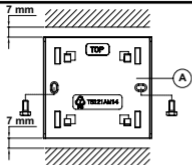
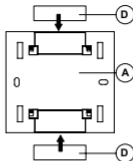

Fig 3.
Fig 4.
1. Za pomocą dostarczonych wkrętów zamocuj płytkę ustalającą A (rys. 3) do wyjścia wpuszczanego albo bezpośrednio do ściany, korzystając z wkrętów i kołków. Oznaczenie „TOP” (GÓRA) powinno być widoczne na górnym końcu płytki ustalającej. Płytkę ustalającą A (rys. 4) można też przykleić do gładkiej/płaskiej powierzchni (nie metalowej) za pomocą pasków samoprzylepnych (D).